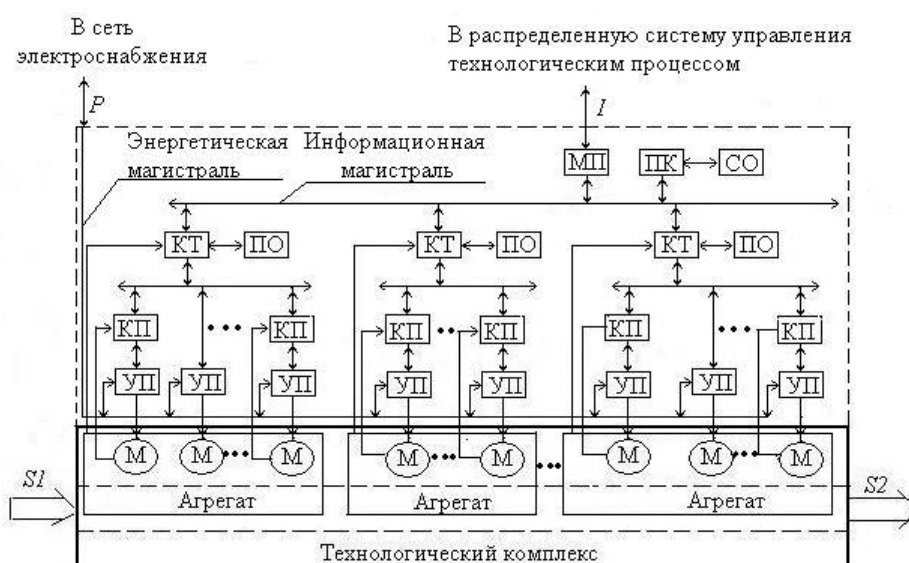

Рис. 1
**Вопрос 1.** Сколько иерархических уровней содержит классический автоматизированный технологический комплекс АТК (рис. 1)?